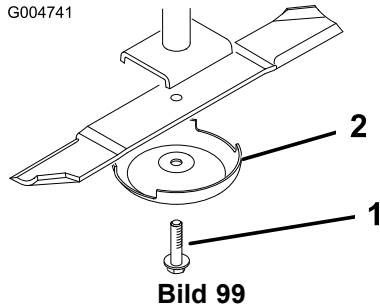

Bild 99
2. Halten Sie das Ende des Messers mit einem stark wattierten Handschuh oder wickeln Sie einen Lappen um es herum. Entfernen Sie die Messerschraube, die Antiskalpierkuppe und das Messer von der Spindelwelle (Bild 99).